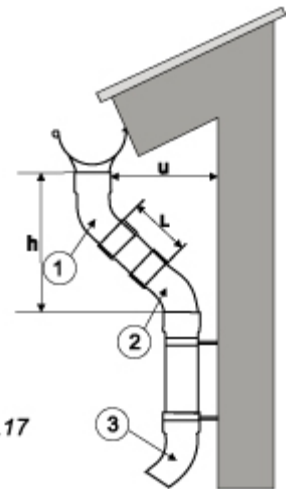

Рис.17
**Колена универсальные для водосборных систем** (1)(2)(3) устанавливаются как показано на рис.17.